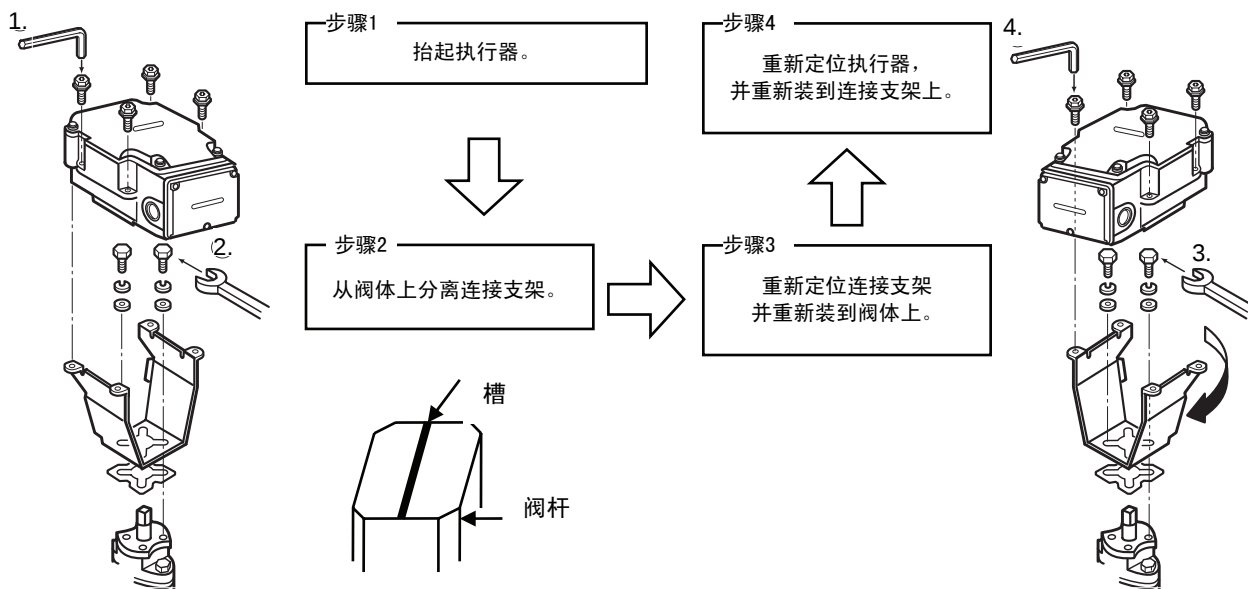

图6 改变执行器的安装位置
- 2) 拧下连接执行器和连接支架的螺钉。抬起执行器, 让其从连接支架上分开。(确保阀杆顶部的槽与配管平行(处于全开位置)。) <图 6 中步骤 1>
- 3) 拧下连接连接支架和阀体的螺钉。<图 6 中步骤 2>
- 4) 将连接支架的方向调整到您期望的方向。执行器可水平转动, 每次 90°, 因此可以对应阀门的安装位置(从出厂位置起转动 0°/90°/180°/270°)。<图 6 中步骤 3>
- 7) 改变执行器的方向, 然后将其安装到连接支架上。<图 6 中步骤 4>